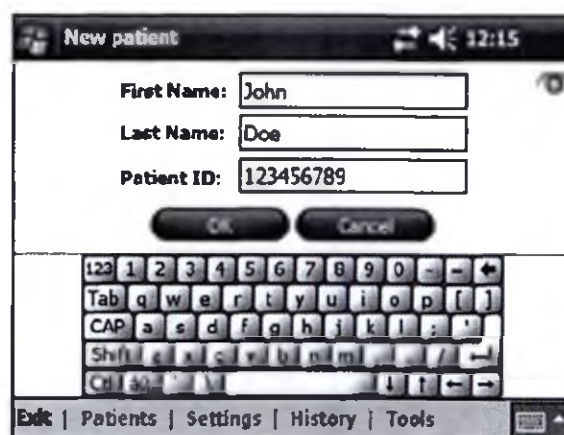

Рис. 8-14 Окно нового пациента
2. Для новых пациентов, введите имя и фамилию пациента (только текстовые символы) в окне New patient, и назначьте ID пациента (1-14 символов). Все поля должны быть заполнены. Затем нажмите кнопку OK. См. рисунок 8-14.